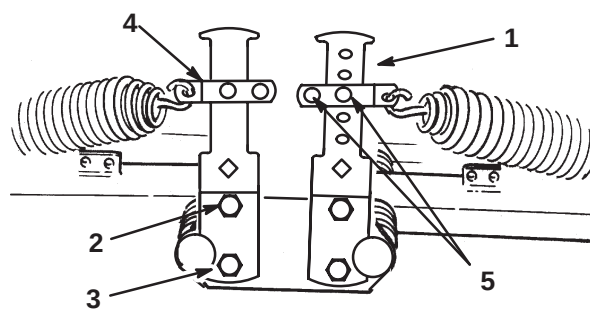
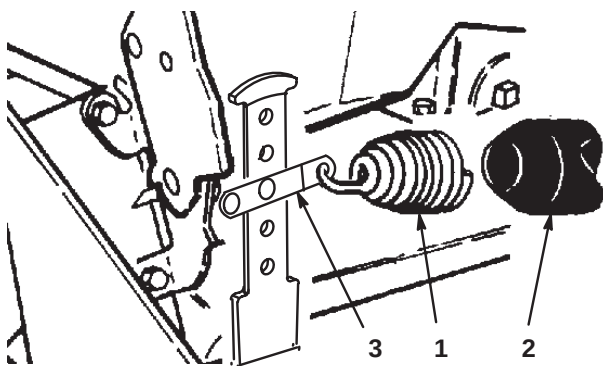

図 13
図 14
2. スプリングの反対側の端部を前後のカウンタバランス・アーム（図13、図14）の適切な穴（選択方法は以下を参照）に引っ掛ける（スプリング・シャックル、クレビスピン、コッターピンを使用）。
4. 外しておいたキャップスクリュとナットでカウンタバランス・アームの下部を元通りに固定し、上キャップスクリュを締め付ける (図13)。